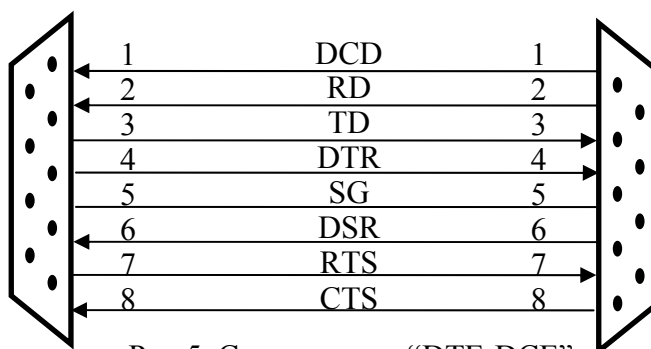

Рис.5. Схема шнура "DTE-DCE".
4.2. Подключение внешних устройств DTE к плате осуществляется через соединители – розетки DB-9F, выходящие на лицевую сторону платы. Верхний соединитель платы относится к каналу 1, нижний соединитель – к каналу 2. Назначение контактов разъемов периферийных интерфейсов приведено в табл.1. Подключение производится стандартными интерфейсными шнурами или шнурами, изготовленными пользователем самостоятельно с распайкой розетки DB-9F и вилки DB-9M согласно рис.5.